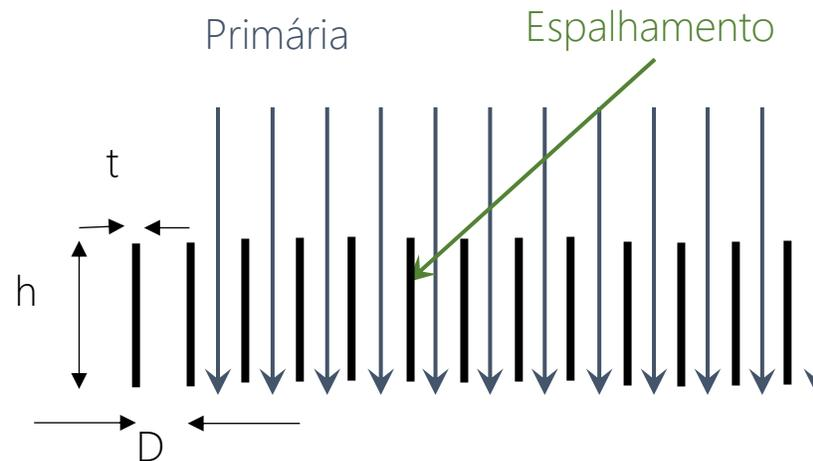

Fig. 15 – Características da grade
- As grades são caracterizadas pelos parâmetros (Fig. 15):